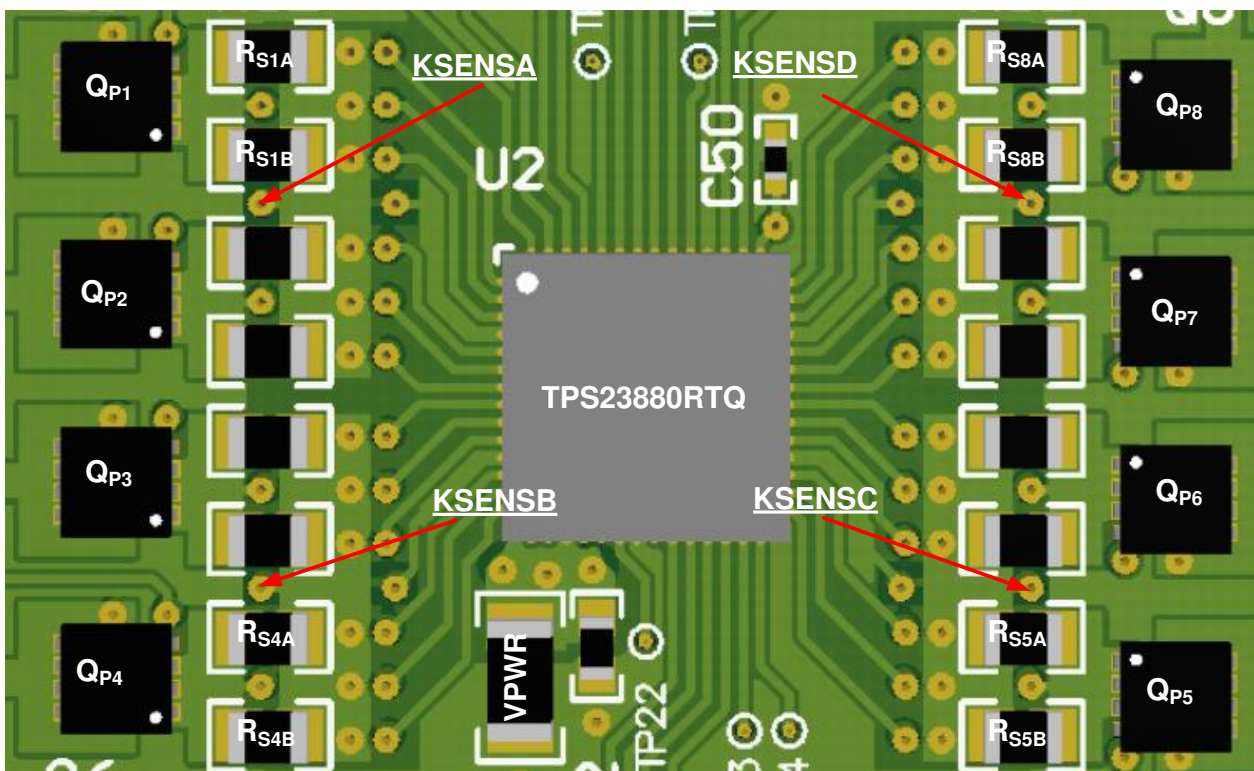

图 146. 八端口布局示例 (顶部)
- $C_{VPWR}$  : 靠近引脚 17 (VPWR) 放置, 并根据图 146 与低电感走线和通孔相连接。
- $C_{VDD}$  : 靠近引脚 43 (VDD) 放置, 并根据图 146 与低电感走线和通孔相连接
- $Q_{Pn}$  : 将  $Q_{Pn}$  放置在 TPS23880 周围 (如图 146 所示)。从  $Q_{Pn}$  漏极到  $F_{Pn}$  之间提供足够的覆铜。
- $F_{Pn}$ 、 $C_{Pn}$ 、 $D_{PnA}$ 、 $D_{PnB}$  : 将此电路组放置在 RJ45 端口连接器附近 (如果使用子板类型的接口, 则为端口电源接口附近, 如图 146 所示)。使用低电感引线将此电路组连接到  $Q_{Pn}$  漏极或 GND (TPS23880 - AGND)。
(2) 仅当  $R_{AUTO}$  也连接到 AUTO 引脚时需要